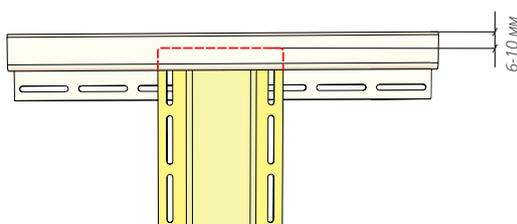
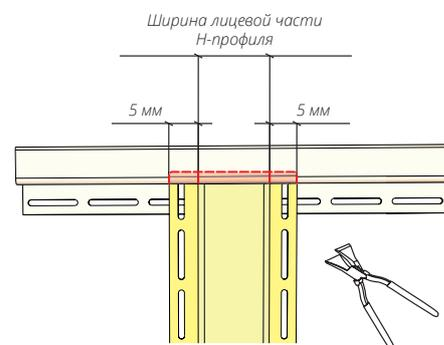

Рисунок 82
Рисунок 83
- 18.2** В верхней части Н-профиль вставляется в J-профиль с соблюдением зазора 6-10 мм на тепловое расширение (рис. 82). В случае монтажа J-профиля совместно с финишной планкой, в месте примыкания Н-профиля финишная планка вырезается. Ребро жесткости на лицевой части J-профиля поджимается клещами согласно рис. 83.